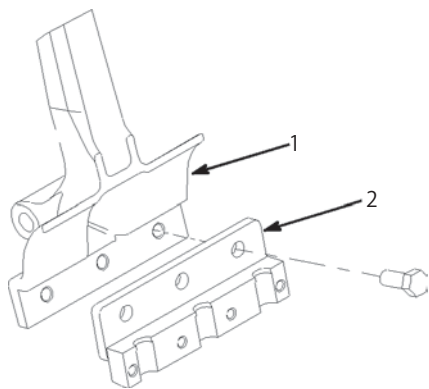

図23
2. 各ティン・アームにティン・ホルダーを取り付ける（図23；1/2 x 1-1/4" キャップスクリュ 3 本を使用）。各キャップスクリュを 10.4 kg.m にトルク締めする（キャップスクリュはホルダー・キットの付属品）。